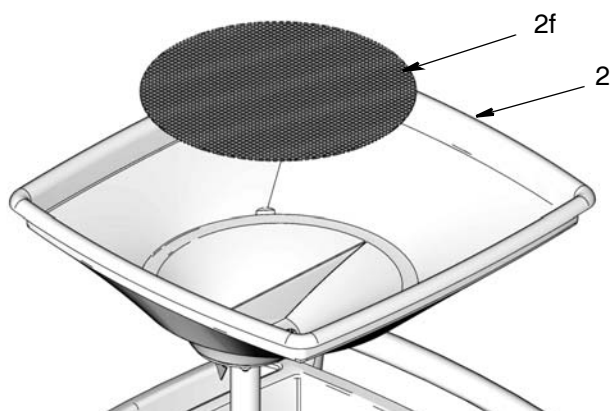

FIG. 2
2. Le filtre (2f) est livré séparément et doit être installé dans l'ensemble entonnoir (2) avant utilisation (FIG. 2).
- Assurez-vous que le filtre (2f) (Fig 2. Page 4) est propre et libre de toute obstruction avant utilisation.